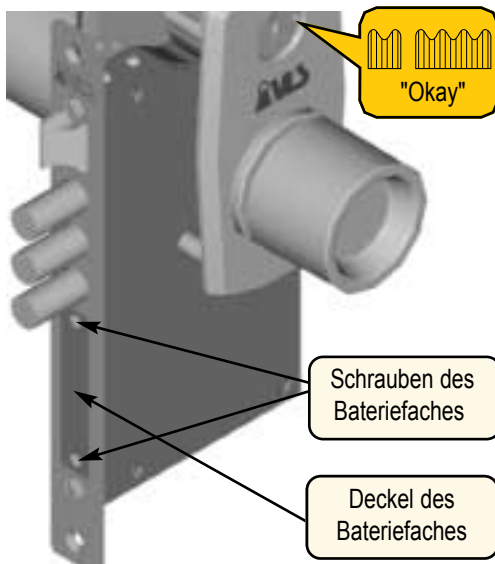

Abbildung 5 - Einsetzen von Batterien
2. Schrauben Sie mit Hilfe eines Schraubenziehers zwei Befestigungsschrauben für den Deckel des Batteriefaches auf der Planfläche des Schlosses heraus (Abb. 5).
3. Nehmen Sie an den herausgeschraubten Schrauben, nehmen Sie den Deckel ab und nehmen Sie das Batteriefach (Abb. 5) aus dem Schloßgehäuse heraus.